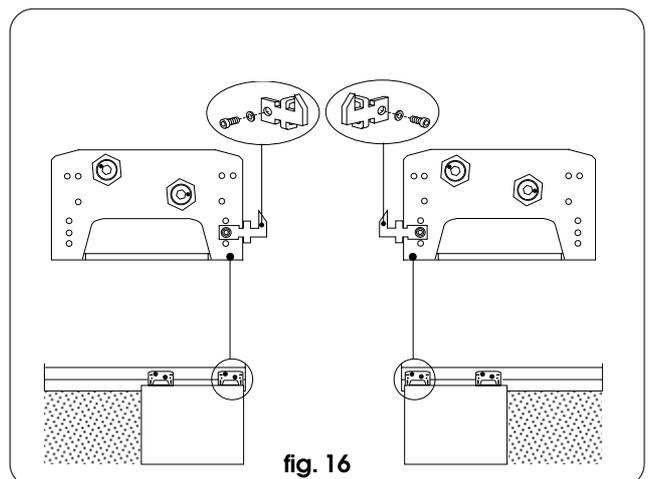

fig. 16
- se si utilizza il chiavistello, fissare il gancio sul carrello lato chiusura come in fig. 16 nel foro centrale dei 3 previsti.